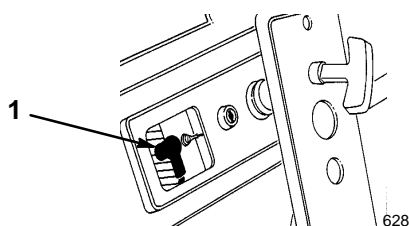

Abbildung 23
3. Das Kabel von der Zündkerze abziehen und die Zündkerze entfernen (Abb. 23).